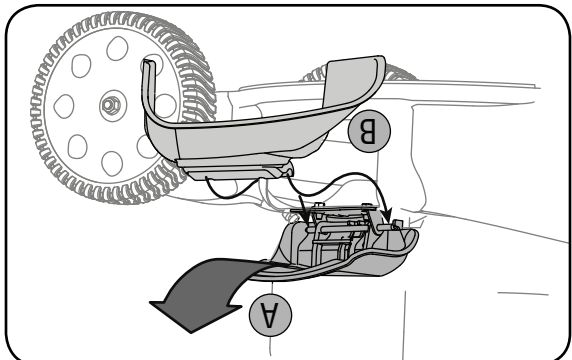

Figure 3-8 - Caractéristique en option
- a. Relevez le bouchon de déchiquetage à charnière qui se trouve sur le côté du plateau de coupe. Voir la Figure 3-8.